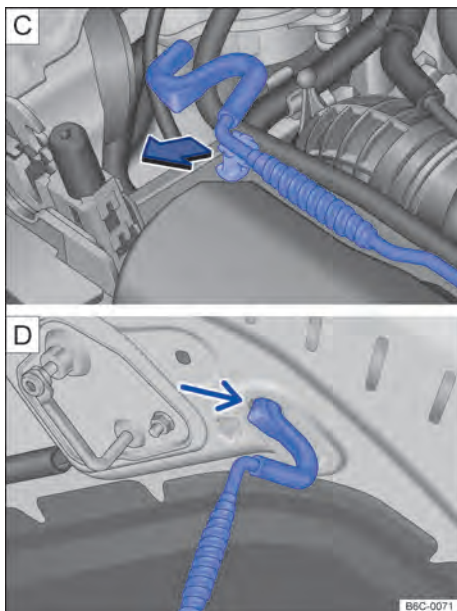

Fig. 184 [C] Haste de sustentação da tampa do compartimento do motor. [D] Tampa do compartimento do motor apoiada na haste de sustentação.
- Retirar a haste de sustentação do suporte no sentido da seta → Fig. 184 [C] e posicioná-la na abertura na tampa do compartimento do motor → Fig. 184 [D].
- Retirar a haste de sustentação do furo → Fig. 184 e encaixá-la no suporte do fecho → Fig. 184 .